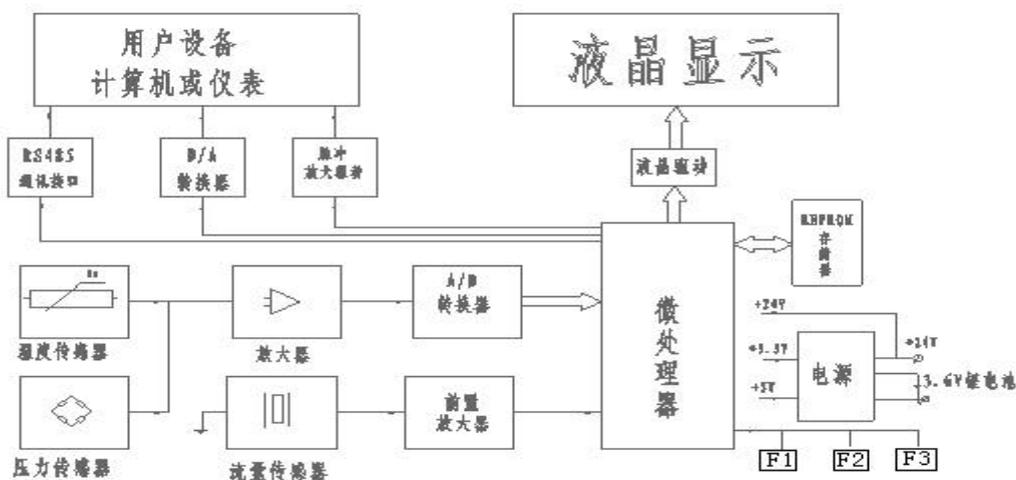

图3
3. 智能流量计积算仪（原理见图3）
流量计的外形尺寸如图 3 所示，图中未注尺寸列于表 1 中，流量计采用法兰连接方式，法兰尺寸执行 GB/T9112~9113-2000 标准。